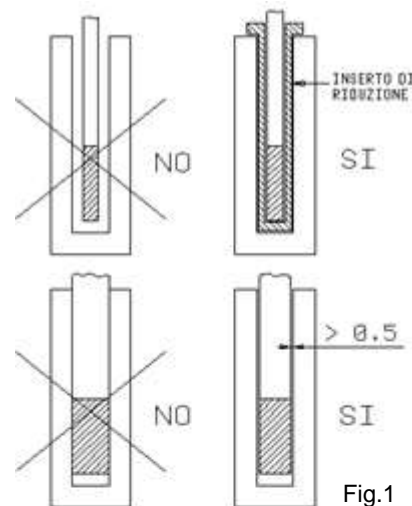

Fig.1
- Qualora non ci fosse la possibilità di avere questi valori, utilizzare i pozzetti di riduzione forati con le tolleranze sopraccitate (fig. 1)